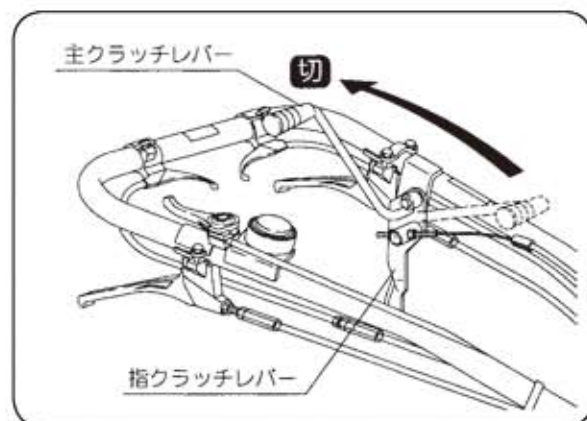

図6
③ 主クラッチレバーが【切】位置になっているかを確認してください。(図6)